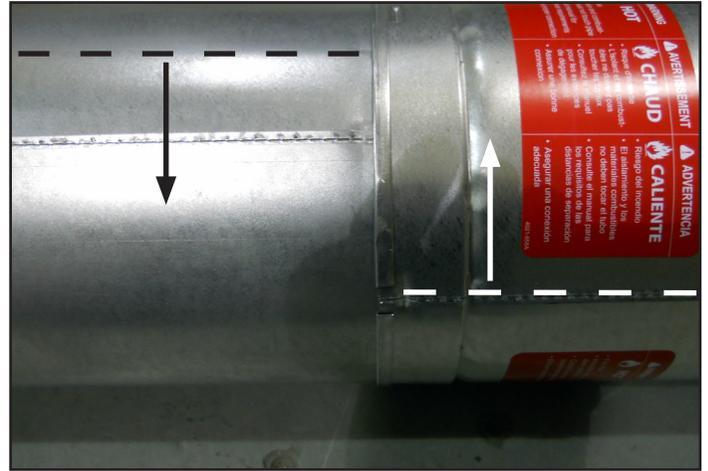
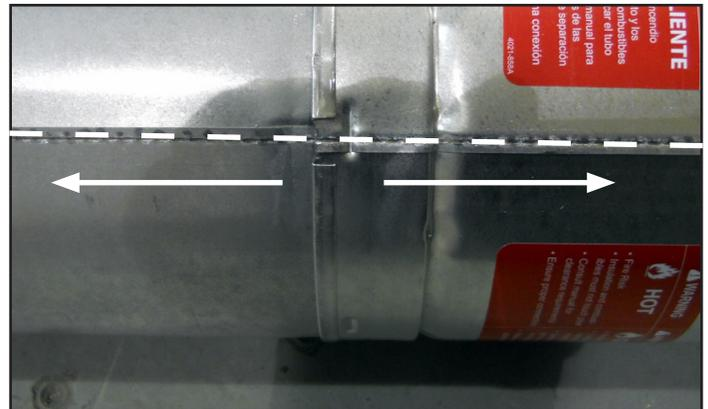

Figure 7.7 Faire pivoter les cordons de soudure pour démonter
Figure 7.8 Aligner et démonter les sections de conduit d'évacuation
- Faites pivoter l'une des sections (figure 7.7), de façon à ce que les joints soudés soient alignés, comme montré à la figure 7.8.